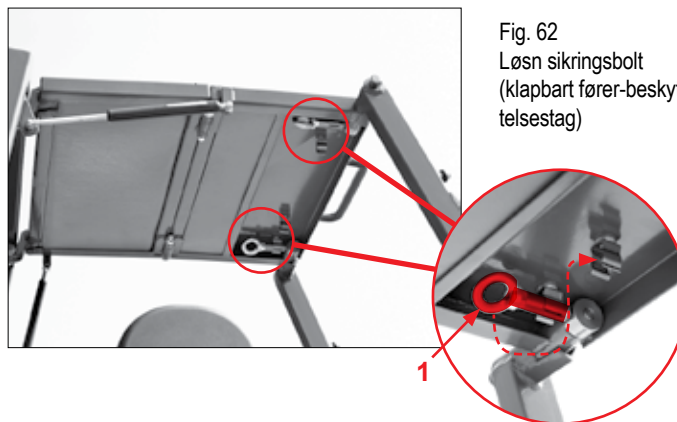

Fig. 62
1. Træk boltgrebet pos. 1 (Fig. 62) ned og ud af klemmen.